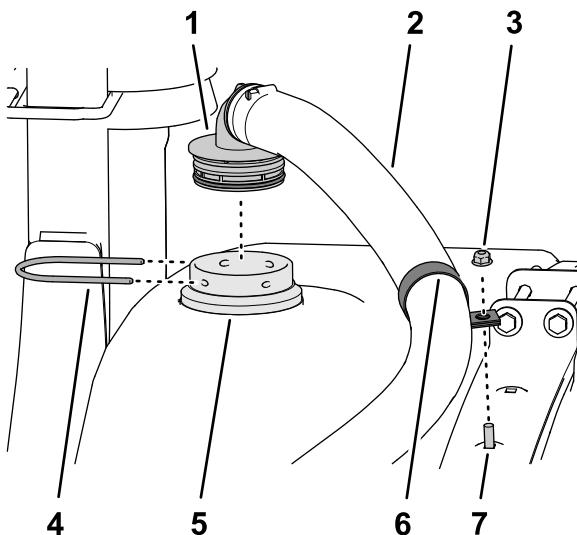

Figura 29
- Instale una abrazadera en R sobre la manguera del eyector (Figura 29).
5. Monte el acoplamiento dentado de 90° de la manguera del eyector en el pasamuros, y sujeté el acoplamiento dentado al pasamuros con una horquilla de retención (Figura 29).
6. Monte provisionalmente la abrazadera en R en el perno de cuello cuadrado y sujeté la abrazadera (Figura 29) con una contratuerca con arandela prensada (5/16").
**Nota:** Si es necesario, ajuste la posición de la abrazadera en R para alinear la manguera del eyector (Figura 29).